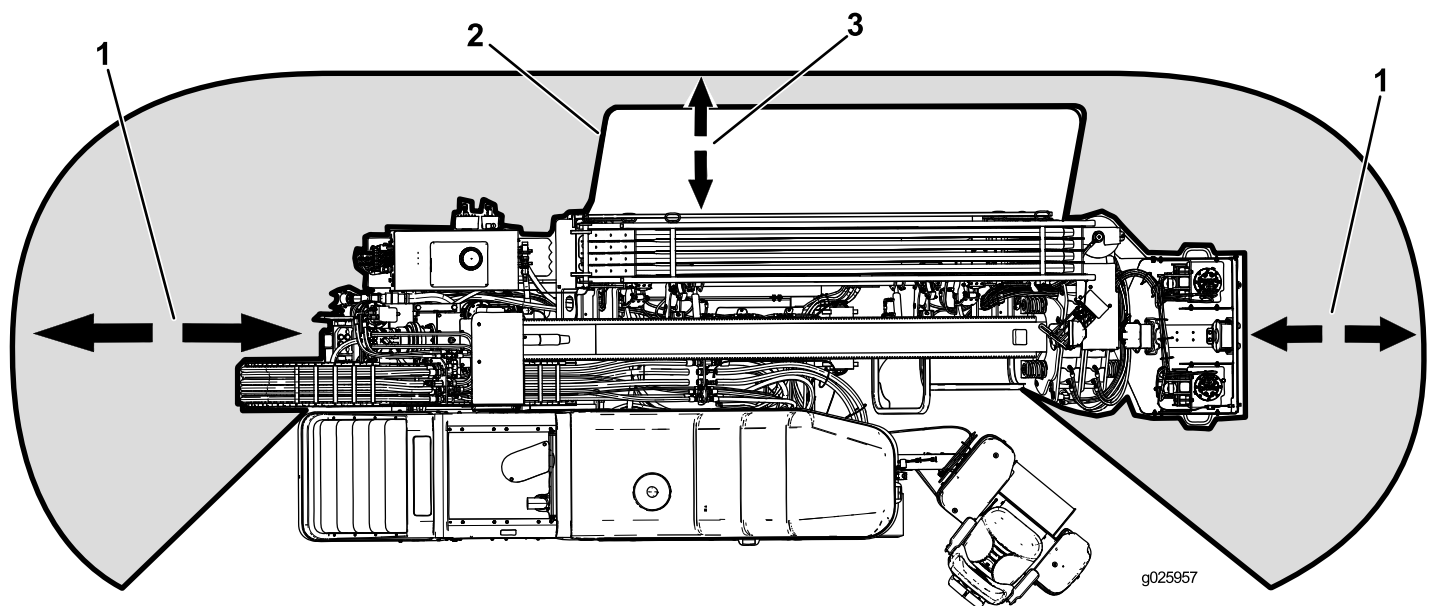

Bild 4
- Senken Sie vor dem Bohren immer die Rohrlade-Schutzvorrichtung ab (**Bild 4**).